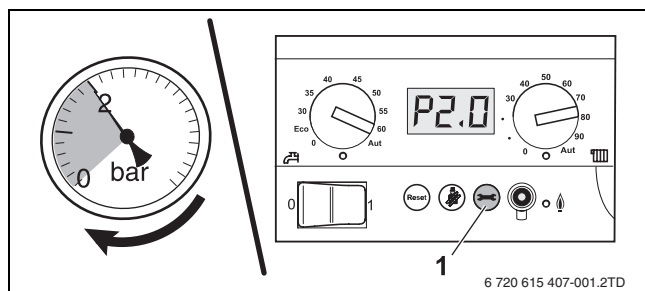

Рис. 9 Аналоговая/цифровая индикация давления
- Откройте водопроводный кран и заполните отопительную систему до давления 2,0 бара. При этом наблюдайте за показаниями манометра (→ рис. 9) для отопительного контура.